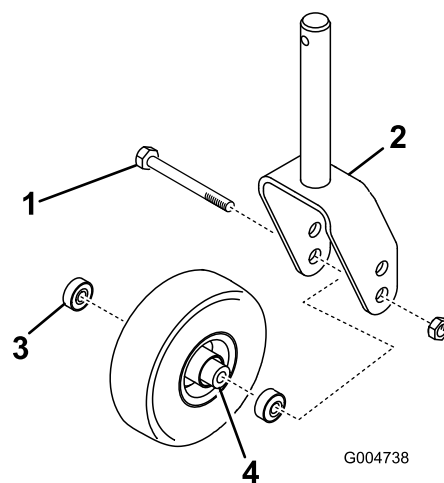
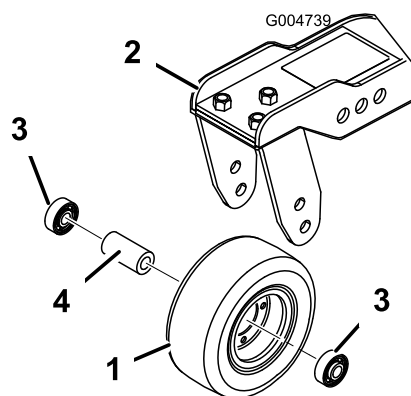

Figura 80
Figura 81
1. Togliete il dado di bloccaggio dal bullone che fissa il gruppo ruota orientabile alla forcella (Figura 80) o al braccio di rotazione (Figura 81). Afferrate la ruota orientabile ed estraete la vite a testa cilindrica dalla forcella o dal braccio di rotazione.
2. Togliete il cuscinetto dal mozzo della ruota e lasciate cadere il distanziale del cuscinetto (Figura 80 e Figura 81). Togliete il cuscinetto dalla parte opposta del mozzo della ruota.